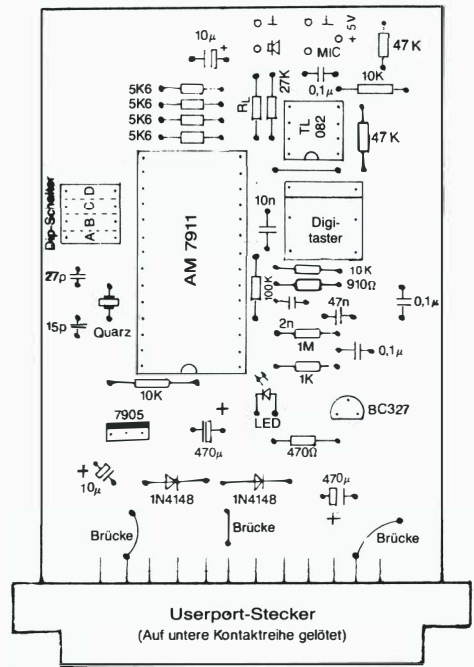
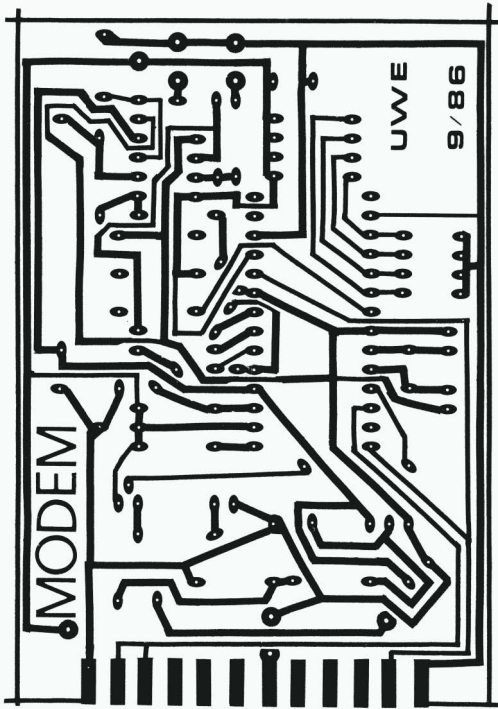

Bild 2.76: Bestückung des Weltmodems
Bild 2.77: Modem-Layout
Bild 2.76 zeigt den Bestückungsplan für das Modem-Layout nach Bild 2.77. Richten Sie sich nach den Hinweisen im Anhang A. Der User-Port-Stecker wird mit
- 1 einseitige Platine nach Bild 2.77